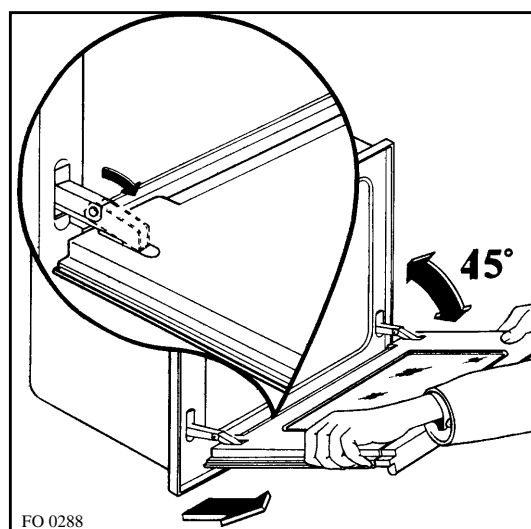

Fig. 6
- b)** individuate le due cerniere che sostengono la porta (fig 6);
- c)** alzate e ruotate le levette poste sulle due cerniere (fig. 6);
- e)** tirate la porta verso di Voi, estraendola dalla sua sede (fig. 6);